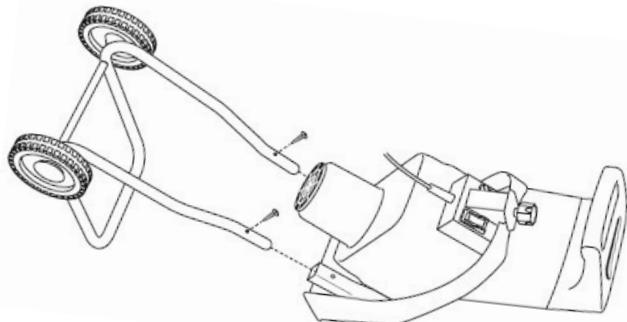

Рис. 3
5. Переверните основной корпус вверх дном, вставьте два конца стойки в сборе в корпус, совместите отверстия в корпусе и стойке, наденьте четыре шайбы на винты (A) и вставьте их в стойку (Рис. 3 и 4).